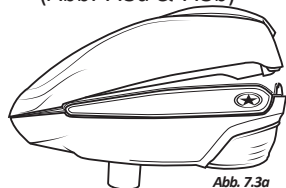

Abb. 7.3a
4. Drücken Sie die obere Schale nach unten und hinten, um beide Hälften miteinander zu verbinden (Abb. 7.3a & 7.3b)